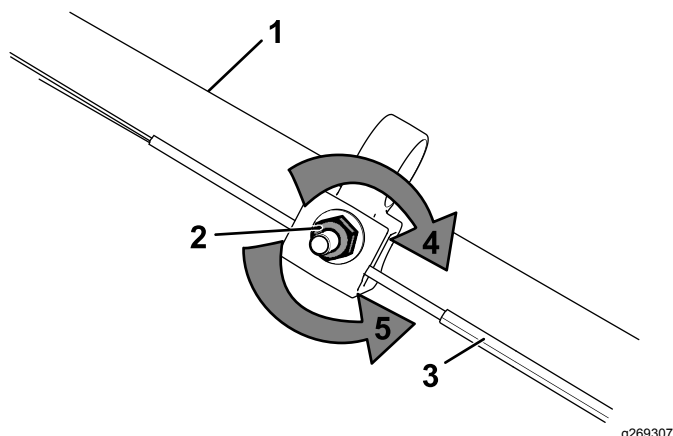

Bild 34
1. Drehen Sie die Einstellmutter nach links, um die Zugeinstellung zu lösen (Bild 34).
2. Stellen Sie die Spannung des Zugs (Bild 34) ein, indem Sie ihn zurückziehen oder nach vorne drücken und dann in dieser Stellung arretieren.